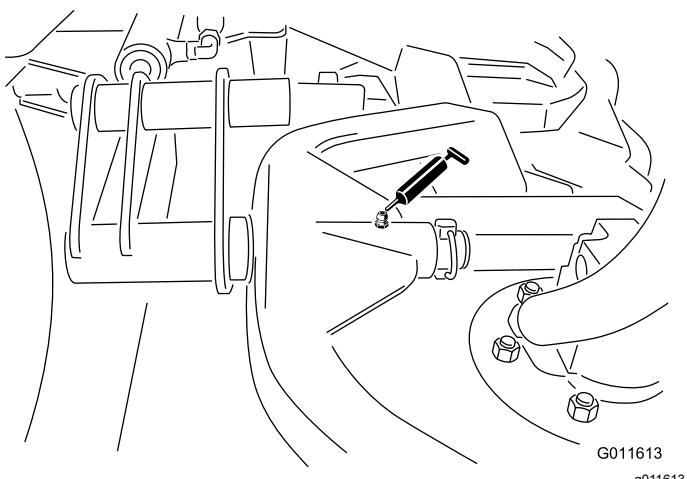

Figura 48
- Estrutura de suporte da articulação da unidade de corte (1 de cada) – Figura 48